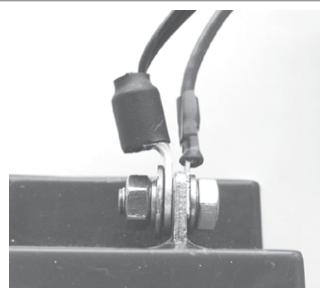

Рисунок 1.
2.15. Если РИП-12 исп.50 (РИП-12-3/17M1-P-RS) укомплектован термодатчиком с О-образной клеммой, то к положительному выводу батареи подключите провод красного цвета и О-образную клемму термодатчика (рис. 1).